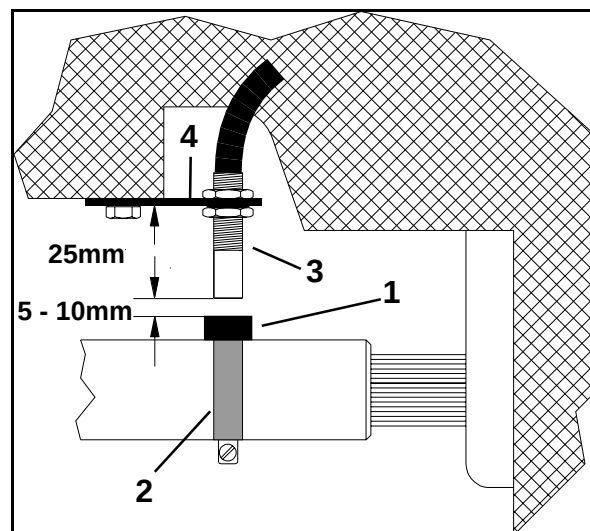

Fig. 177
1. Fije el imán (Fig. 177/1) con la abrazadera de manguera (Fig. 177/2) sobre el eje cardánico.
2. Fije el sensor (Fig. 177/3) mediante soporte universal (Fig. 177/4) frente al imán en el bastidor del vehículo.